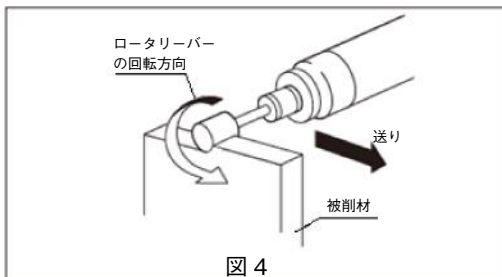

図 4
- ロータリーバーは切削面に軽く押し付けて、送りは右から左へ移動させてご使用ください。（図 4）